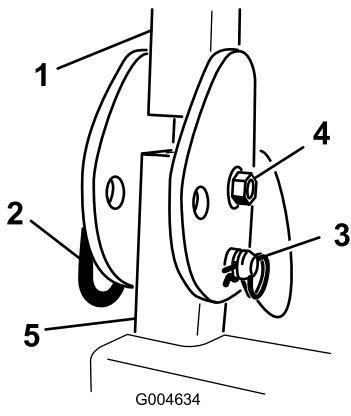

Figura 92
3. Retire o parafuso, porca, contrapino e pino que fixam cada conjunto ROPS às colunas ROPS (Figura 92). Retire o conjunto ROPS.